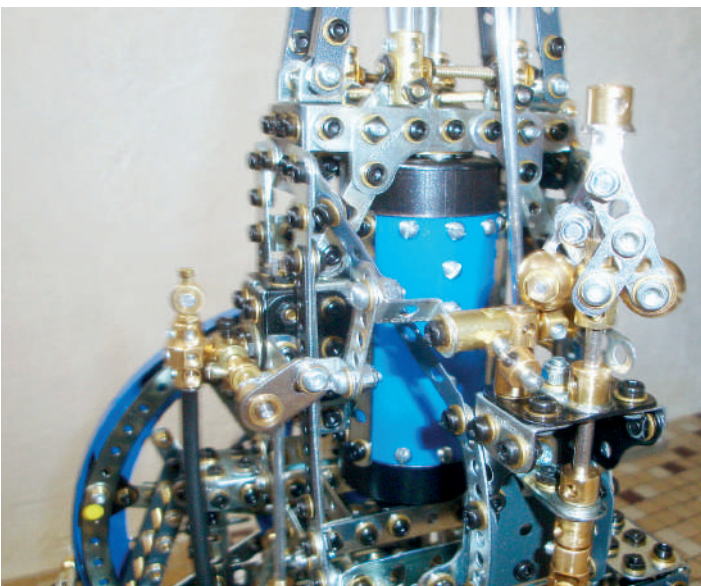

Fig. 11 Timonerie du régulateur centrifuge
Le régulateur centrifuge est assemblé avec des bandes étroites de 2 et 3 trous en losange, les écrous freins Meccano sont bien utiles pour régler un jeu approprié. La tête est une chape renversée (ref.116 a). La transmission vers la boîte de distribution est assez « alambiquée » et une photo est plus explicite (Fig.11,12 et 13).